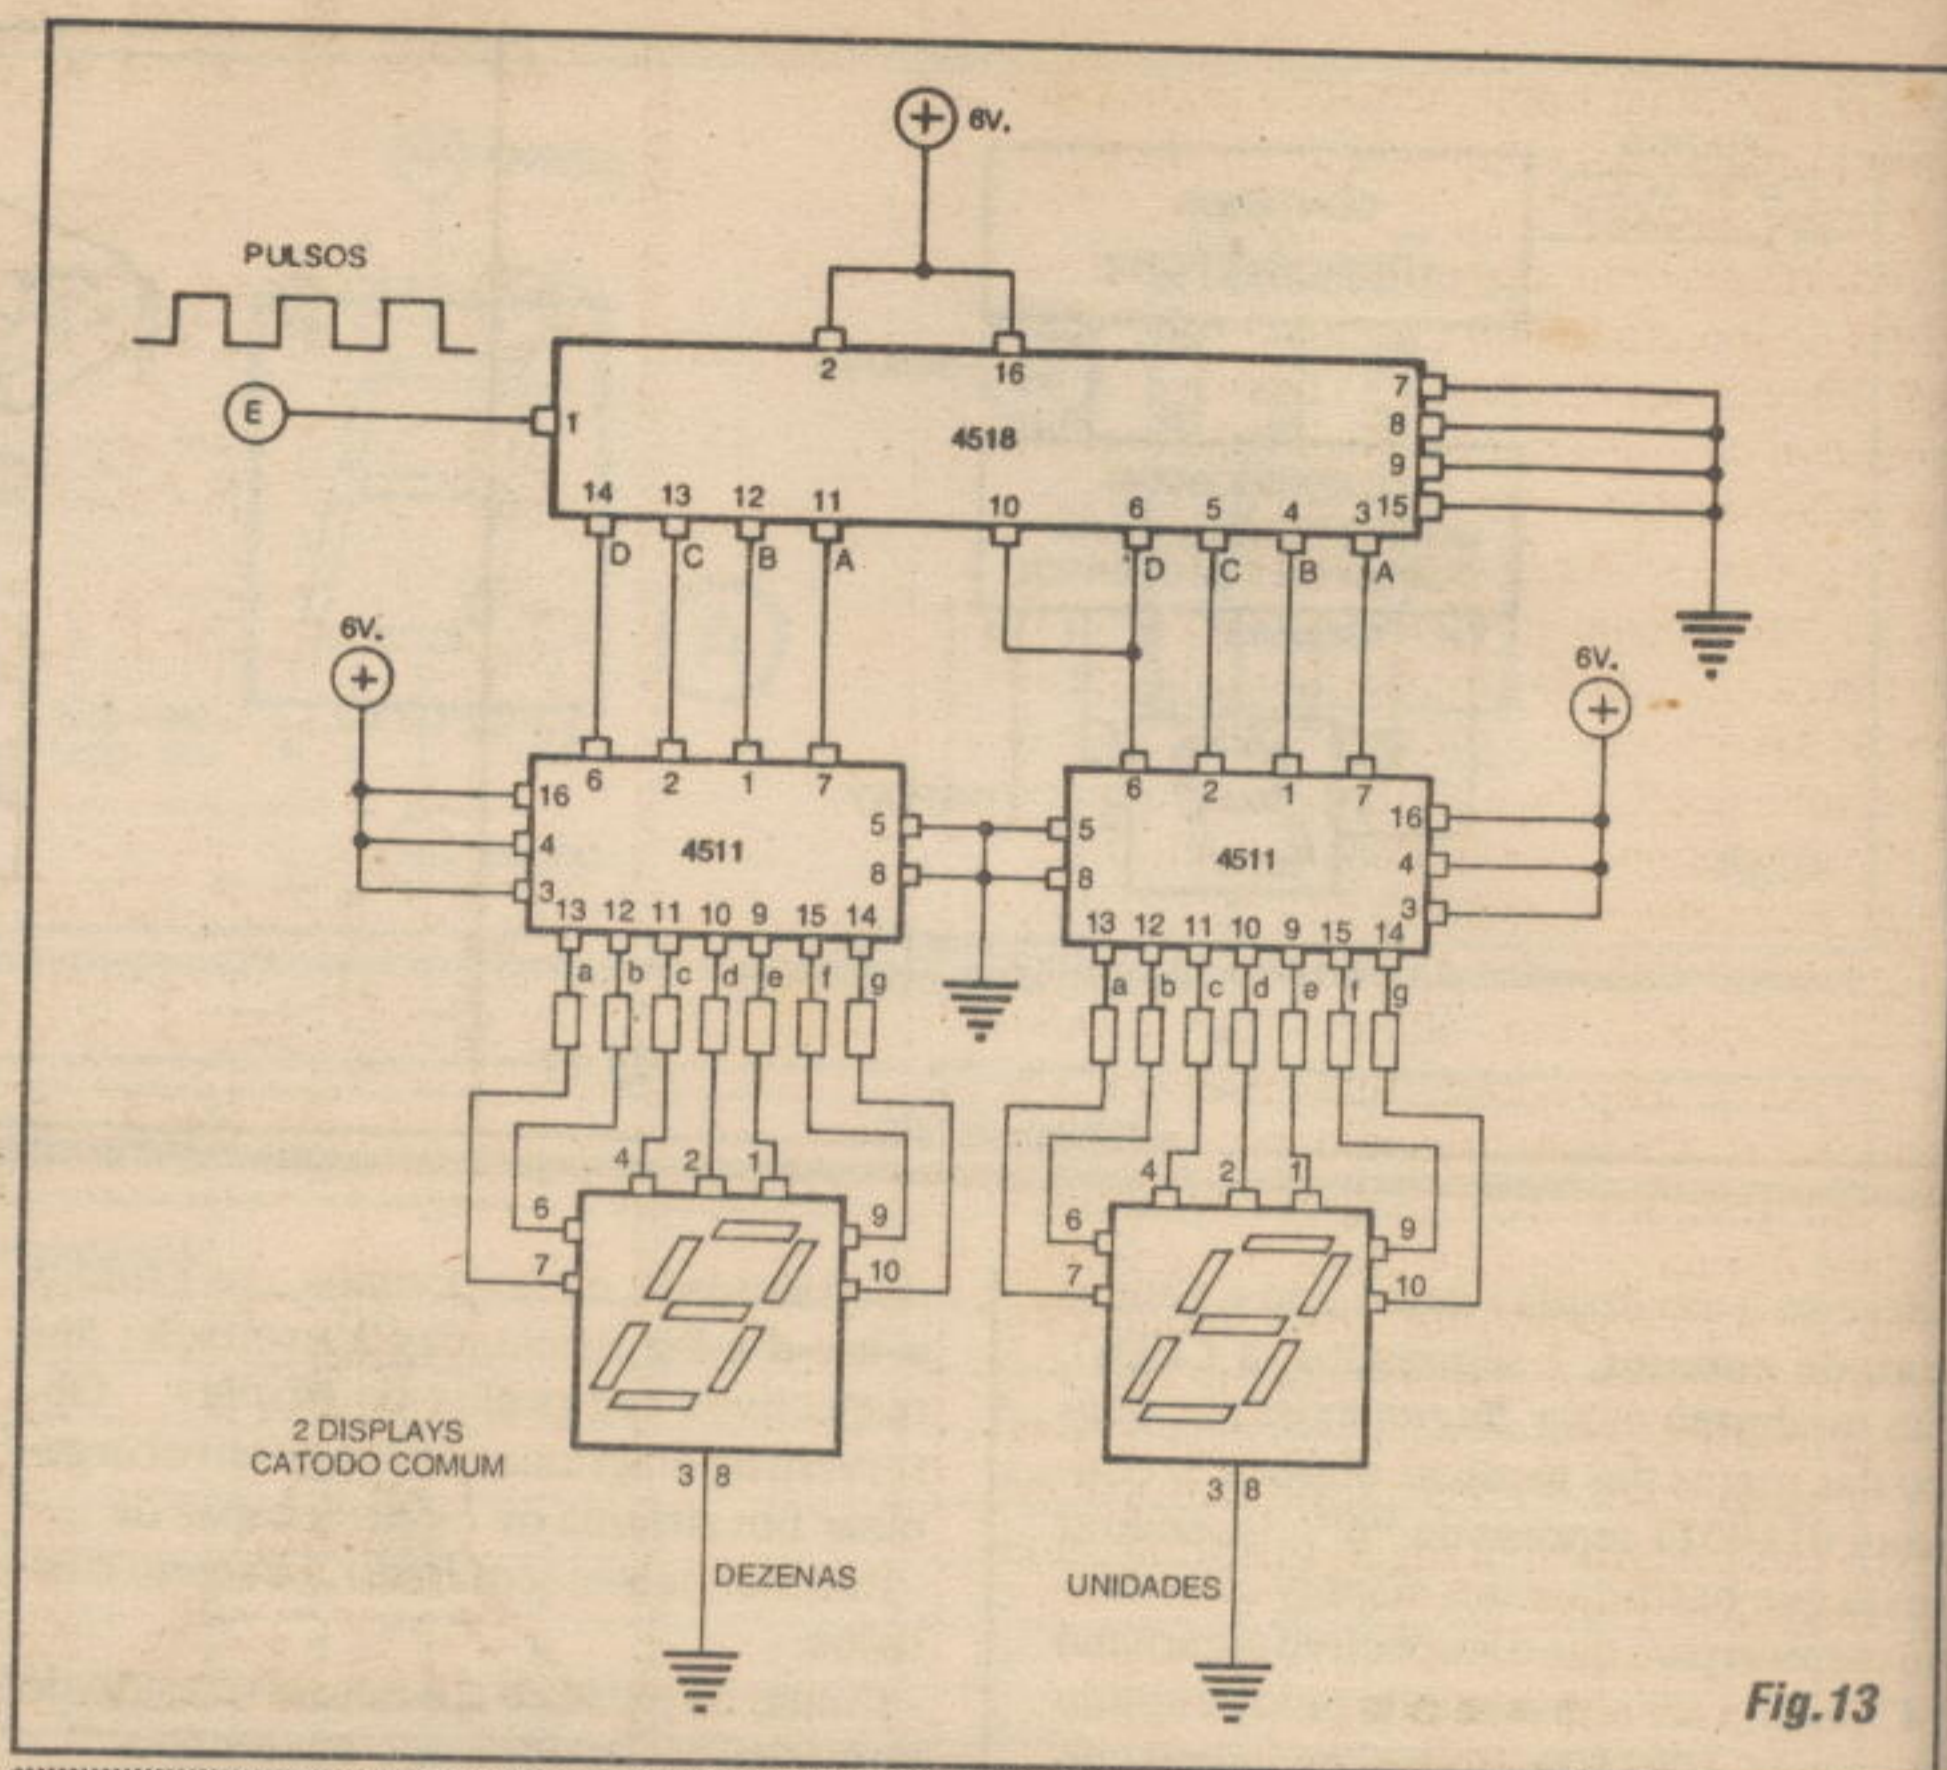
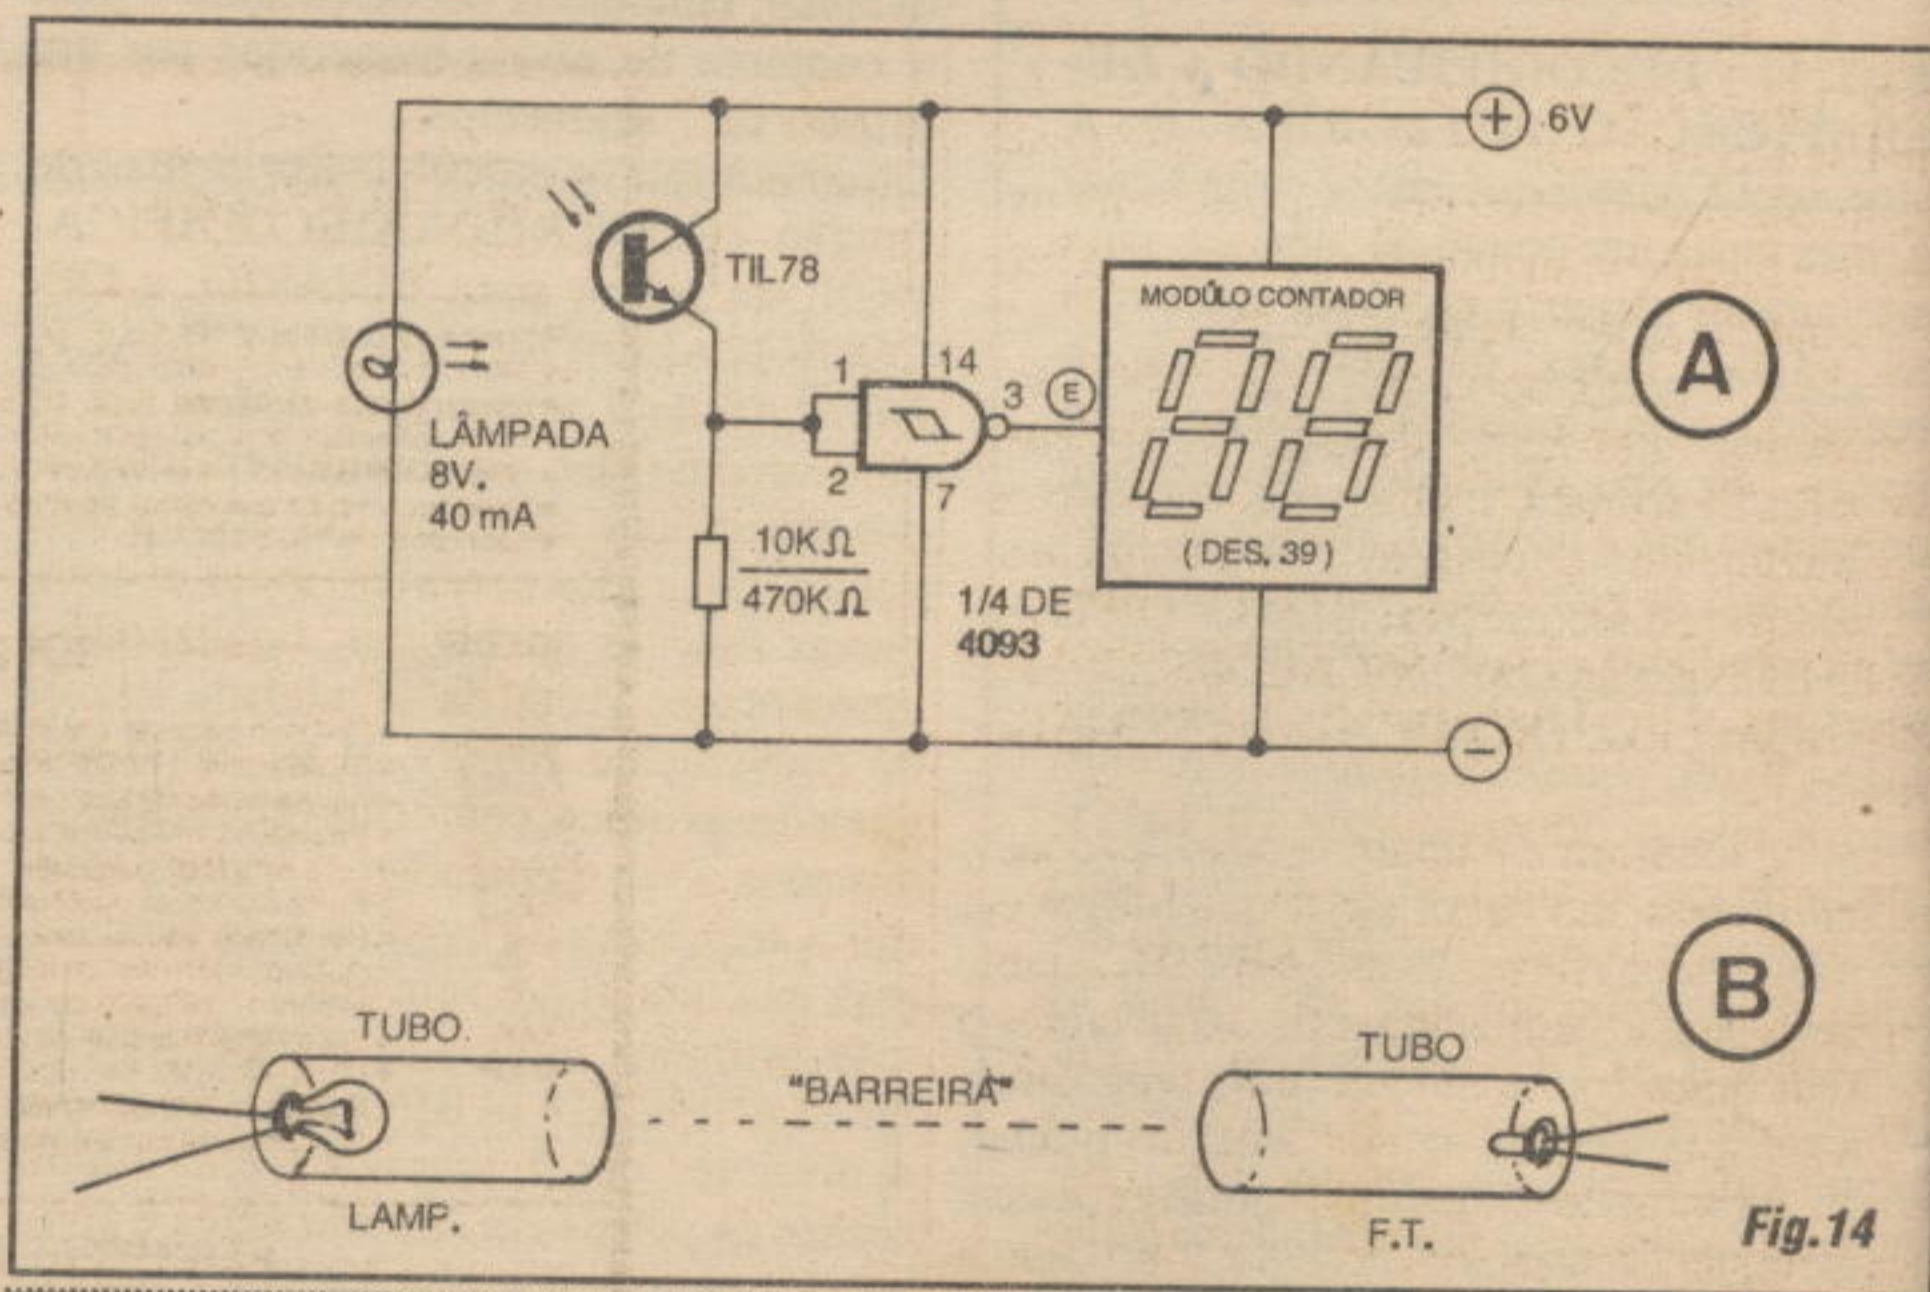

Fig.13
Fig.14
**- FIG. 13 - UM CIRCUITO PRÁTICO, TÍPICO, PARA CONTADOR DE DOIS DÍGITOS...** - Não será difícil ao leitor/aluno, observando cuidadosamente tudo o que já aprendeu nas últimas aulas, compreender e até realizar na prática o sugerido circuito de contador duplo (com displays correspondentes às unidades e dezenas, podendo fazer indicações numéricas desde 00 até 99, portanto...). Um integrado 4518 (duplo contador com saídas em binário), dois 4511 (decodificadores para displays) e dois displays catodo comum, tipo padrão (10 pinos), formam os blocos principais do arranjo... Fora esses componentes, temos apenas mais 14 resistores de limitação da corrente nos segmentos dos displays, e cujos valores dependerão da real tensão de alimentação utilizada... Se for usada tensão de 6V na dita alimentação, os resistores podem ser de 220R (sob 9V, 330R, e sob 12V, 470R...). Com um pouquinho de trabalho (e muita atenção...) o circuito poderá ser implementado sobre uma matriz de contatos, sem soldas, para fins experimentais... Quem for mais ousado, poderá criar um circuito impresso com lay out específico, transformando o projeto num real e útil módulo digital de contagem... Não esquecer que os pulsos a serem contados, aplicados à entrada geral E, devem ser muito bem definidos, mantendo um nível máximo de tensão equivalente à alimentação, podendo inclusive ser gerados por quaisquer dos sugeridos módulos de clock vistos nas aulas anteriores...
**- FIG. 14 - UMA INTERESSANTE APLICAÇÃO PRÁTICA PARA O MÓDULO CONTADOR...** - Praticamente tudo dentro das técnicas e circuitagens digitais, pode ser considerado modular, ou seja: facilmente casável com outros blocos ou módulos, para a realização de funções ou objetivos cada vez mais complexos...! Uma interessante possibilidade de aproveitamento prático do módulo contador duplo (FIG. 13) é o que sugere o diagrama, que utiliza apenas aspectos teóricos e práticos já estudados nas aulas do ABCDE... Um simples módulo de entrada, formado por um foto-transistor TIL78, um resistor e um único gate com função Schmitt Trigger (1/4 de 4093...), pode exci-